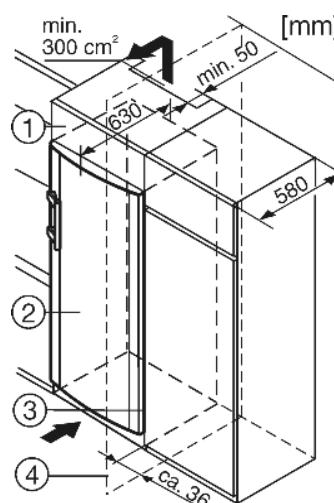

Fig. 8
Lors de la transformation avec des placards de cuisine normalisés (profond. max. 580 mm) l'appareil peut être placé directement à côté du placard *Fig. 8 (3)*. La porte de l'appareil saillit latéralement de 34 mm et au milieu de l'appareil de 50 mm par rapport à la face avant du placard de cuisine. Ainsi, elle se laisse ouvrir et fermer sans problèmes.
Si l'appareil est installé avec les charnières à côté d'un mur *Fig. 8 (4)*, la distance entre l'appareil et le mur doit être de 50 mm min. Ceci correspond à la saillie de la poignée lorsque la porte est ouverte.